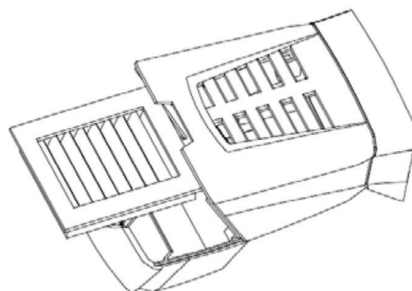

Рис. 4
3. Извлеките фильтрующий элемент (Рис. 4)